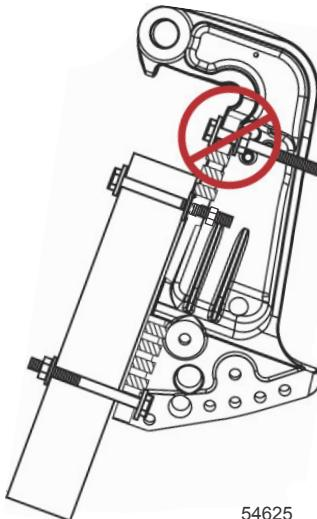

Abbildung 2
- Keine ungestützten Zubehörteile am Spiegelhalter befestigen. Siehe Abbildung 2.